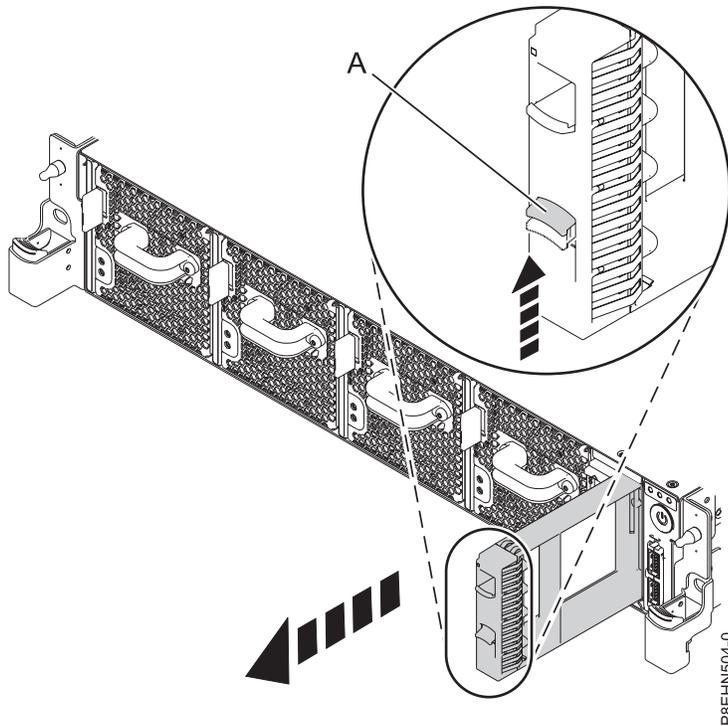

Figure 23. Retrait d'un obturateur d'unité de disque d'un système
- a. Appuyez sur le verrou (A) de la poignée de l'obturateur. Pour plus d'informations, voir figure 23, à la page 18.